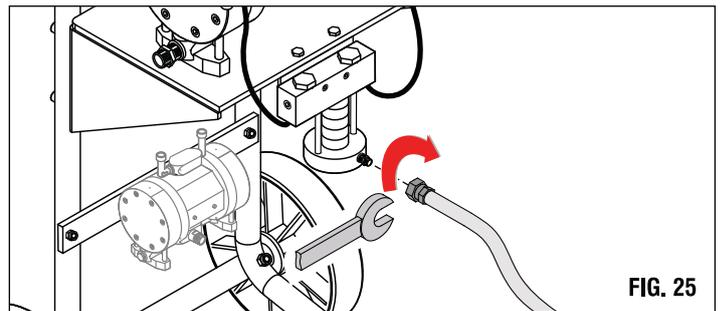

FIG. 25
-Collegamento tubo prodotto (Fig.25)